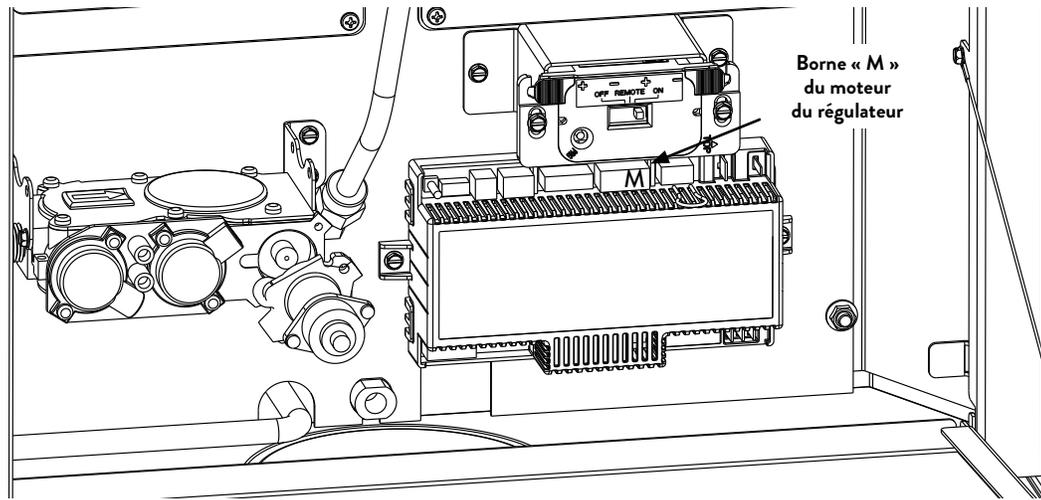

Figure 7.4.
- Débranchez le câble du faisceau de câbles du moteur du régulateur de la borne « M » du module, figure 7.4
- Connectez les fils du moteur à la borne « M » de l'IFC. Reportez-vous aux figures 7.4, 7.5.